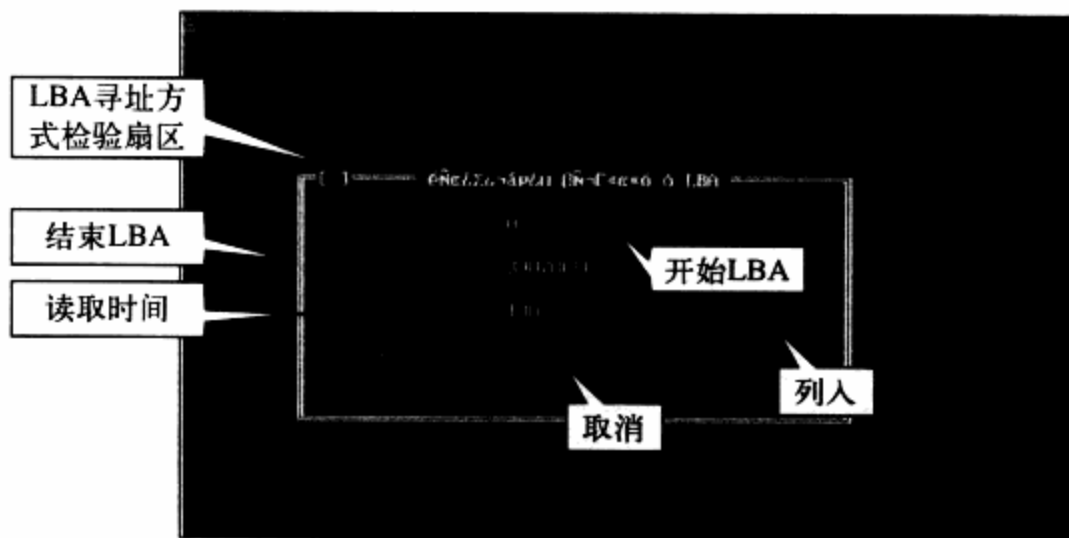

图9-13 检查参数信息的对话框
**步骤 02** 检查参数输入口。直接按Alt+D组合键，打开对话框。如图9-13所示。